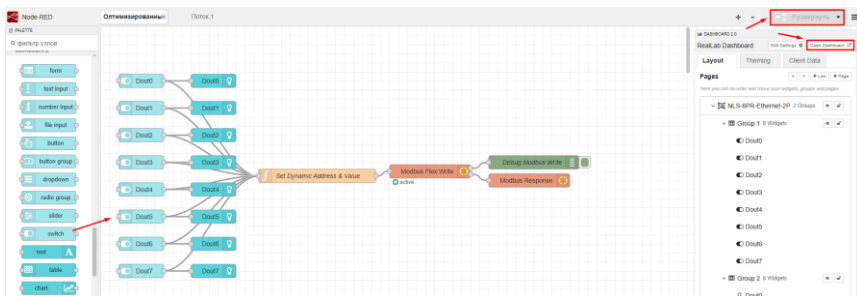

Рис. 2.34. Работа с узлами палитры «Dashboard»
3. Перетащите необходимые узлы из палитры в рабочую область, нажмите кнопку «Развернуть», а затем на кнопку «Open Dashboard» (см. рис. 2.34). **Ошибка! Источник ссылки не найден.**